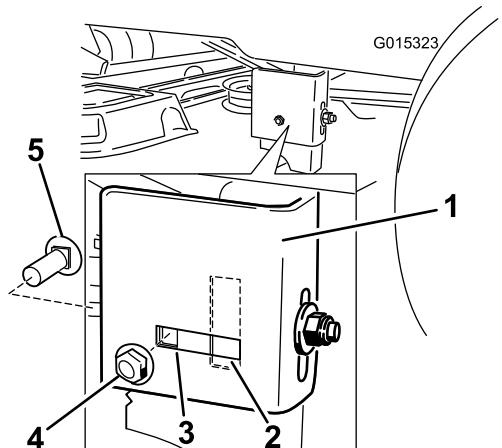

Figura 57
- Vaya al lado izquierdo de la máquina. Compruebe si el perno de cuello cuadrado lateral está en la posición fija o ranurada (Figura 57).
- Si el perno de cuello cuadrado lateral está en la posición fija, retire el perno de cuello cuadrado lateral y la tuerca de bloqueo lateral de la posición fija, e instálelos en la posición de ajuste ranurada (Figura 57).